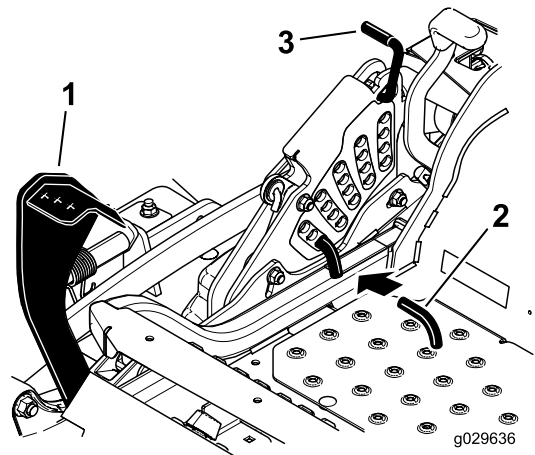

Figura 27
3. Para ajustar la altura de corte, gire el pasador 90 grados y retire el pasador del soporte de altura de corte (Figura 27).
4. Seleccione el taladro del soporte de altura de corte que corresponde a la altura de corte deseada, e inserte el pasador (Figura 27).